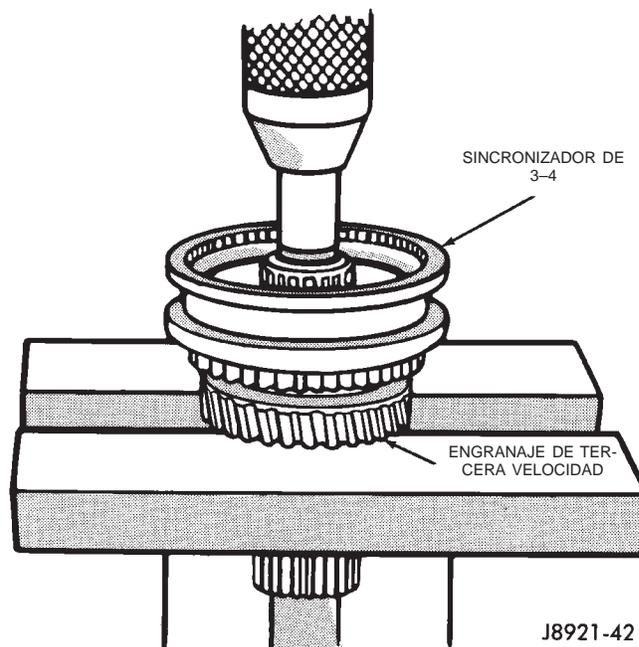

Fig. 117 Desmontaje del sincronizador 3-4 y el engranaje de tercera velocidad
(13) Utilice el hendedor de cojinetes P-334 o platos de presión adecuados emplazados debajo del engranaje de tercera velocidad para extraer a presión del eje transmisor el sincronizador 3-4 y el engranaje de tercera velocidad (Fig. 117).
(14) Retire del eje transmisor o engranaje el cojinete de rodillos de agujas del engranaje de tercera velocidad.